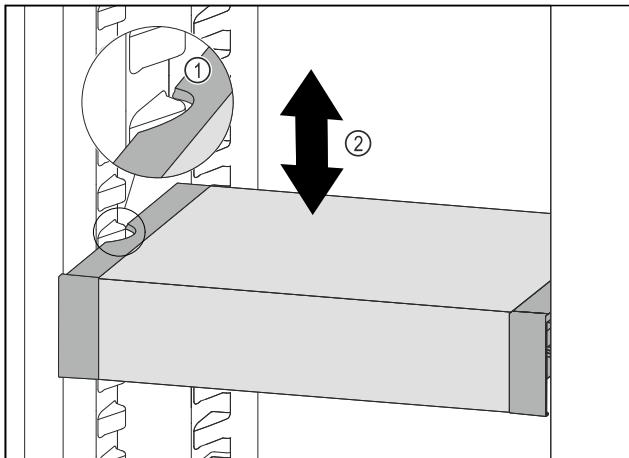

Fig. 111
- Tirer le VarioSafe vers l'avant jusqu'à ce que les encoches latérales du VarioSafe soient à la hauteur de la nervure du bac dans la partie réfrigérateur. Fig. 111 (1)
- Déplacer le VarioSafe vers le haut ou vers le bas dans la partie réfrigérateur jusqu'à ce que la hauteur souhaitée soit atteinte. Fig. 111 (2)